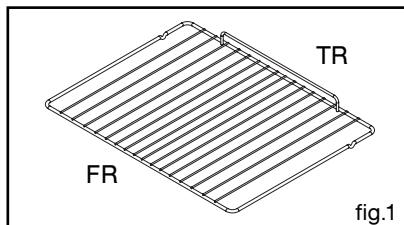

fig.1
• **Grelha de segurança antibasculamento (fig.1)**